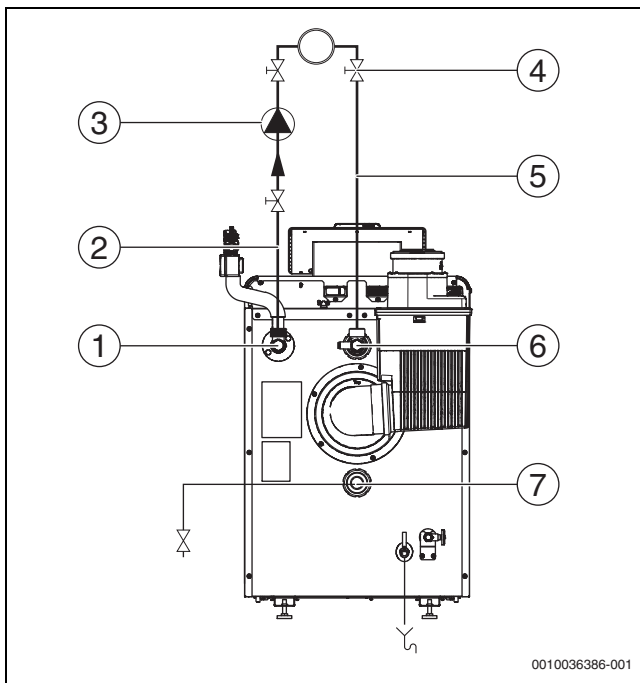

Bild 19 Anschlussschema Hydraulik (dargestellt OC8000i F 19/25)
- Ausdehnungsgefäß am T-Stück des Rücklaufs anschließen (→Bild 19, [3], Seite 19).